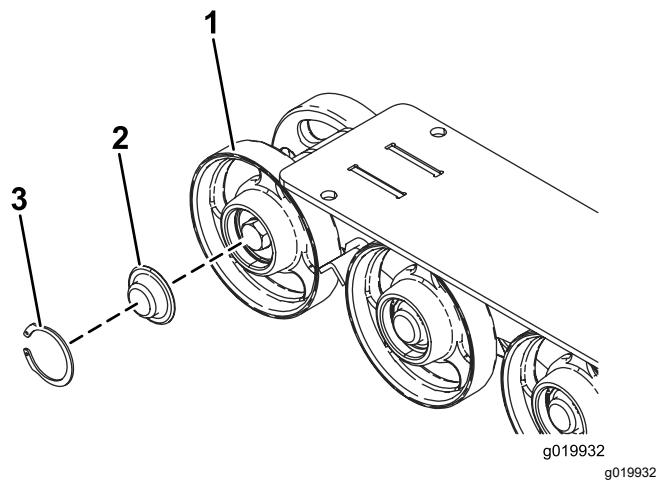

Bild 49
5. Nehmen Sie den Sprengring und die Kappe vom Straßenrad ab (Bild 49).
6. Prüfen Sie das Schmiermittel unter der Kappe und um die Dichtung (Bild 49). Wenn es schmutzig, körnig oder verbraucht ist, entfernen Sie das gesamte Schmiermittel, wechseln Sie die Dichtung aus und fügen Sie neues Schmiermittel hinzu.
8. Setzen Sie die eingefettete Straßenradkappe auf den Schraubenkopf (Bild 49).
9. Befestigen Sie die Straßenradkappe mit dem Sprengring (Bild 49).